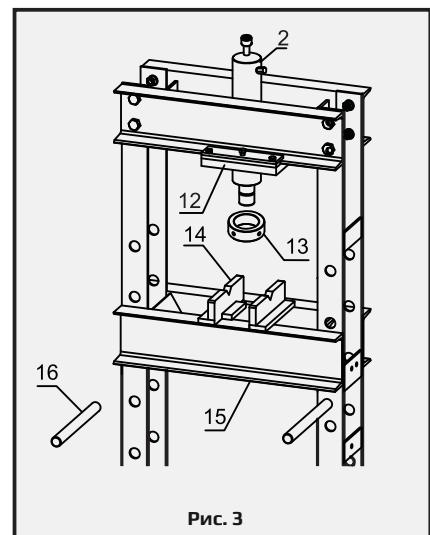

Рис. 3
4) Установите о порную плиту (12). Затем прикрепите гидроцилиндр (2) используя большую гайку (13). Зафиксируйте Станину пресса (15) с помощью опорных штифтов (16). После этого установите ложемент (14) на пресс. Рис. 3.